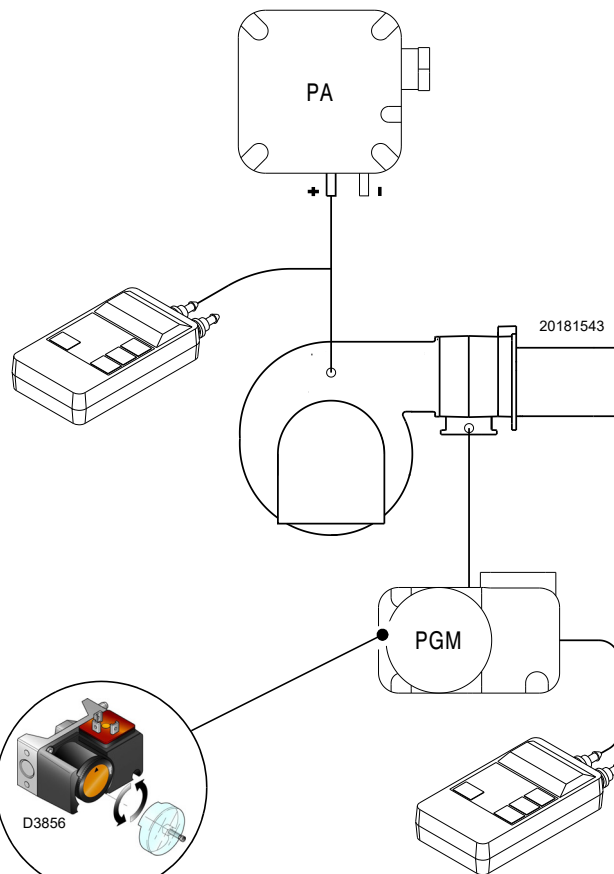

Abb. 29
- Stellen Sie den Maximal-Gasdruckwächter (Abb. 29 auf Seite 27) auf den Skalenendwert ein.
Die Einstellung des Maximal-Gasdruckwächters ausführen (Abb. 29), nachdem alle anderen Einstellungen des Brenners bei auf das Skalende eingestellten Maximal-Gasdruckwächter vorgenommen wurden.